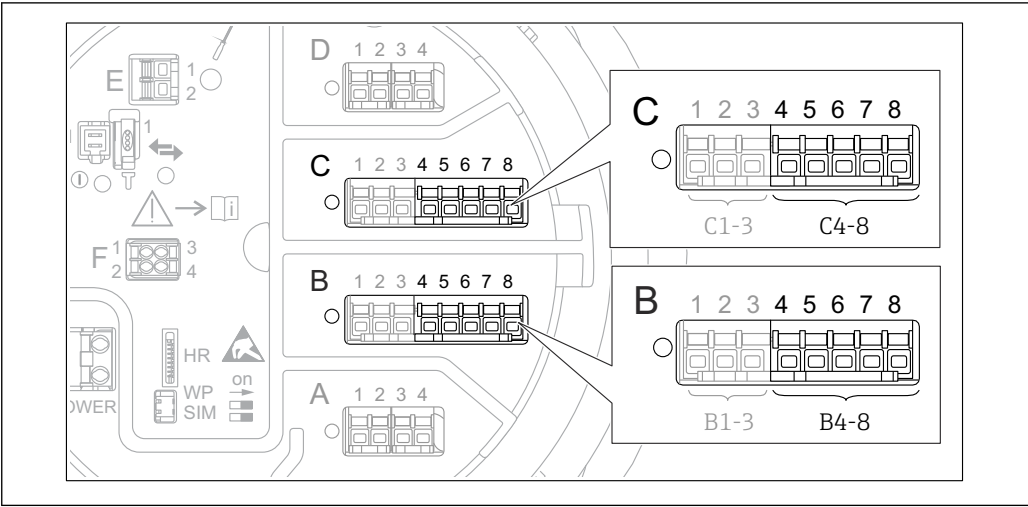

图 31 已连接 RTD 的模拟量输入/输出模块的可能安装位置。设备的订货号确定当前使用的模块 → 图 20。
i 连接 HART 设备至 Micropilot NMR8x 前，必须进行设置并通过用户界面为其分配范围为 1...15 的唯一 HART 地址。³⁾确保按照接线端子分配进行连接→ 图 31。Micropilot 无法识别地址超过 15 的设备。
1. 确保按照接线端子分配连接 4...20 mA 设备 → 图 31。